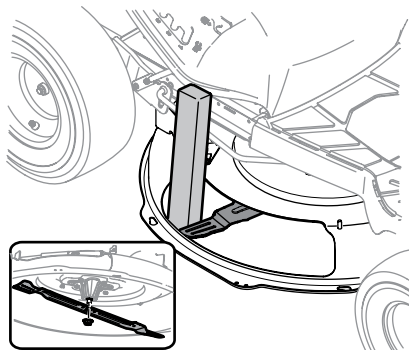

Figura 4-14
- Use un bloque de madera de 2 x 4, insértelo dentro de la abertura de la plataforma y haga girar la cuchilla hasta que la madera haga cuña entre la abertura de la plataforma y la cuchilla de corte, como se indica en la Figura 4-14.
- Extraiga la tuerca de brida hexagonal que asegura la cuchilla al montaje del husillo. Vea el recuadro de la Figura 4-14.